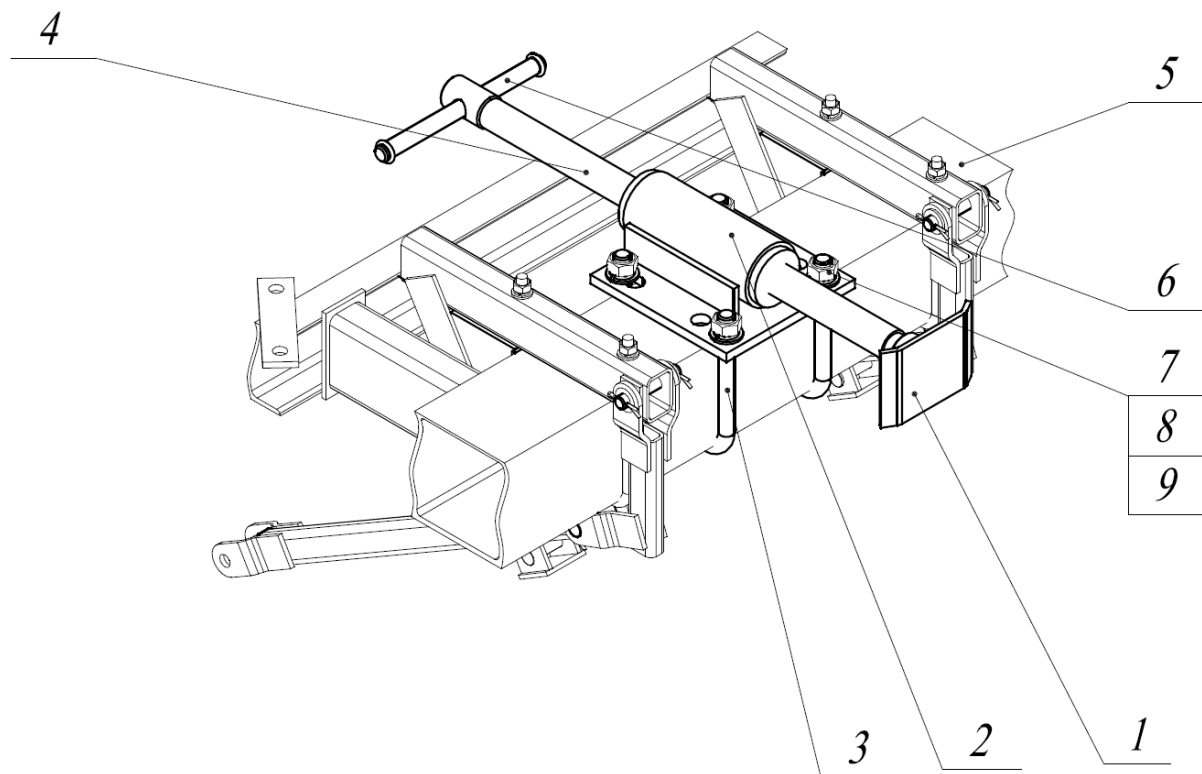

Рис.6 Опора стояночная СГВ 00.030.
2.1.4 Стояночная опора (рис.6) служит для обеспечения устойчивого положения бороны в отцепленном положении. Опора состоит из корпуса 2, винта 4, пяты 1, рукоятки 6. Закрепляется опора на трубе боковой балке скобами 3 и гайками М20. Прокручиванием винта 4 в корпусе 2 регулируется высота опоры.